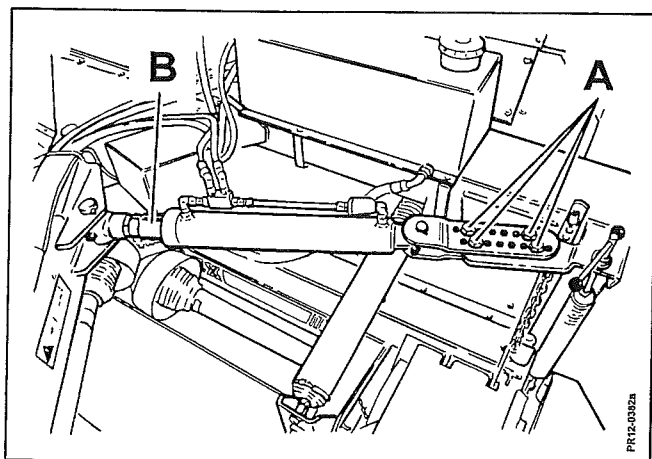
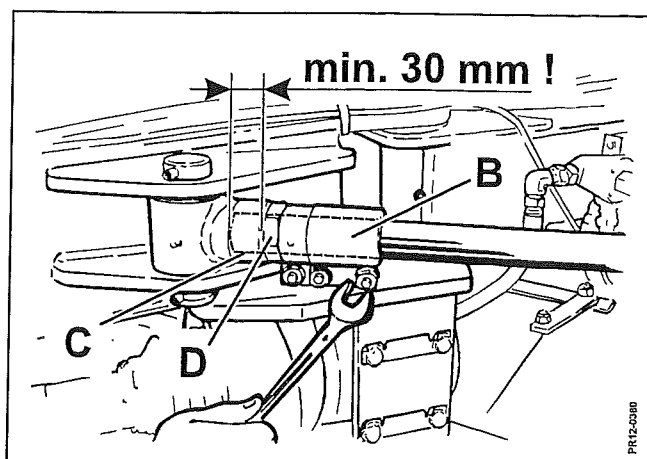

Fig. 3-34
Fig. 3-35
- 2) Grovjustering ved flanger med bolthuller **A**, (Fig. 3-34).
- 4) Grovjustering med mellemlægsringe **B** Fig. 3-34 og 3-35. (Ekstra løse ringe kan bestilles. Med sav kan mellemlægsringene om nødvendigt afkortes.)
Finjustering kan lade sig gøre med gevindstykket **C** Fig. 3-35 (det vil her være nødvendigt at løsne mellemlægsringene **B** Fig. 3-35, samt kontramøtrikken **D** Fig. 3-35, for at dreje stempelstangen). **Vær opmærksom på, at der mindst skal være 30 mm gevind i indgreb!**
Det anbefales at søge størst mulig afstand mellem boltene **A** Fig. 3-34. Kontramøtrikken **D** Fig. 3-35 skal spænde forsvarligt.